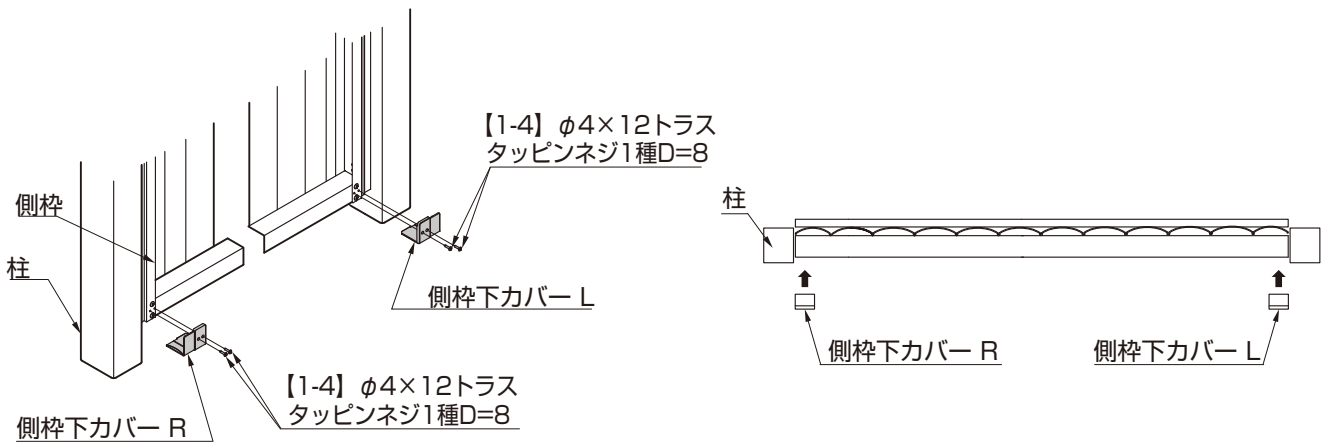
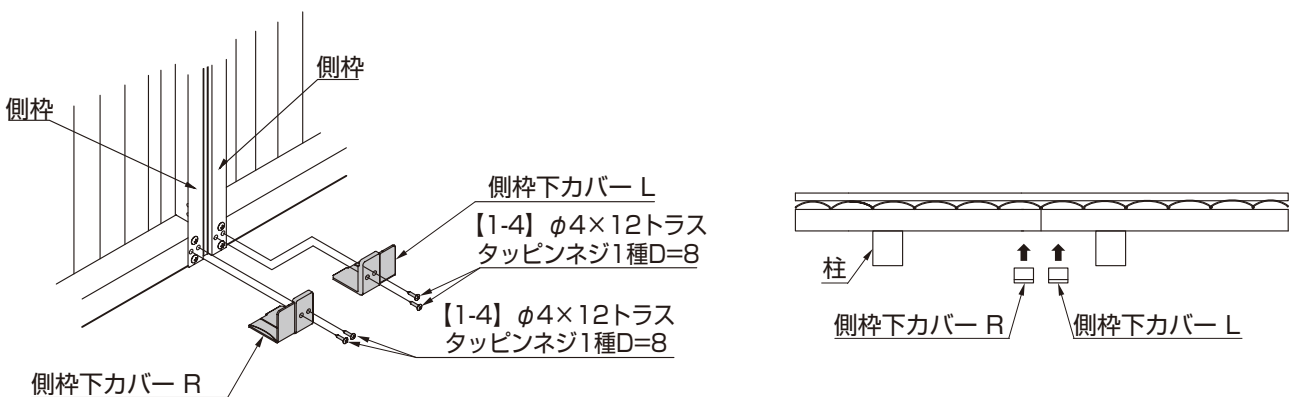

図5-3 間仕切りタイプ (片面仕様) の場合
図5-4 フリーポールタイプの場合
②側枠下カバーを側枠に【1-4】で取付けてください。(図5-3、図5-4参照)